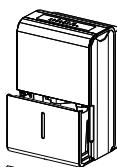

Fig.1
- Retirez lentement le compartiment. Saisissez fermement les poignées gauche et droite et tirez bien droit avec précaution en évitant de renverser l'eau (voir fig. 1). Ne posez pas le compartiment sur le sol car le fond du compartiment n'est pas plan/plat. Le compartiment pourrait basculer et l'eau se renverser.